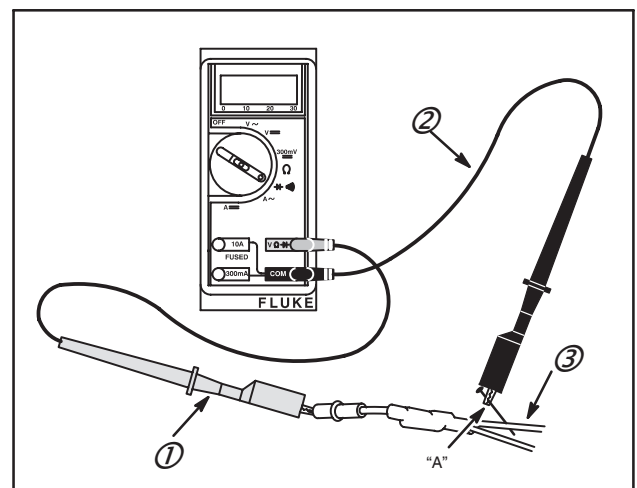

Fig. 27
- 4, 5a. **Circuit de charge (fil ROUGE B+)** Fixer la pince (2) du fil NOIR du contrôleur au point "A", Fig. 27 (Il peut être nécessaire de percer le fil ROUGE (3) avec une aiguille comme indiqué). Insérer la sonde (1) du fil ROUGE du contrôleur dans le connecteur du faisceau.